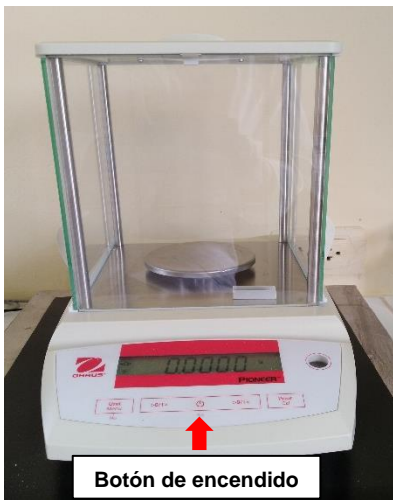

Fig.14 Encendido de balanza
- Encender la balanza presionando una vez el botón de encendido (Fig.14).